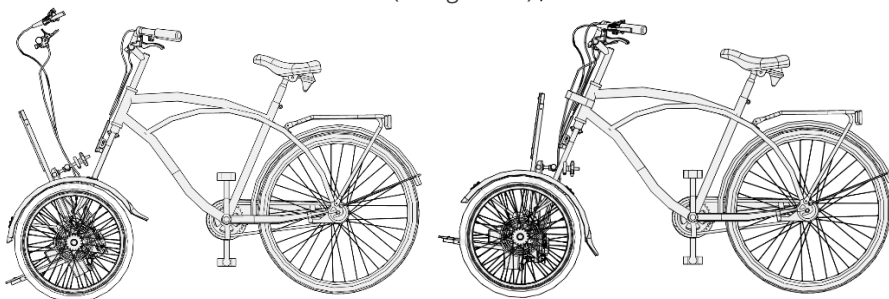

Figure 37 - Basculement de l'AddBike+
Risque de pincement ! Veillez à ne pas vous coincer les doigts entre les Brides de fixation et la fourche pendant le basculement, et entre les supports de fusée et l'essieu. (Cf. figure 37).
- Une fois les étapes de serrage de l'axe et de positionnement de la bride réalisées, basculez l'AddBike+ vers l'arrière jusqu'à ce que la bride avant (en position horizontale) entre en contact avec la fourche de votre vélo (Cf. figure 37) ;
- Une fois que l'AddBike+ est en position (Cf. figure 37), nous vous recommandons de positionner la plaque de fixation en position verticale. La plaque de fixation ne doit dans ce cas être penchée ni vers l'avant ni vers l'arrière, afin de garantir les meilleures sensations de conduite ;